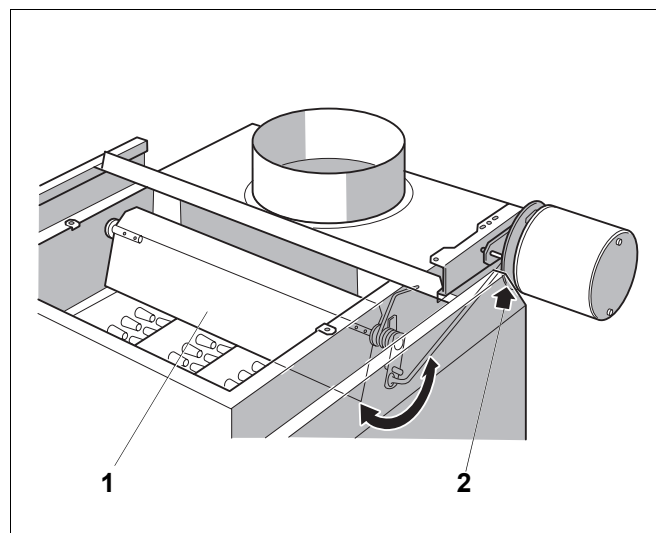

Рис. 31 Запорный клапан дымовых газов в положении "Открыто"
- При запросе на покрытие тепловой нагрузки запорный клапан дымовых газов (рис. 31, **поз. 1**) должен переходить в положение "Открыто". Проконтролируйте это по движению рычажка (рис. 31, **поз. 2**). Только когда полностью будет достигнуто положение "Открыто", можно включать газовую горелку.